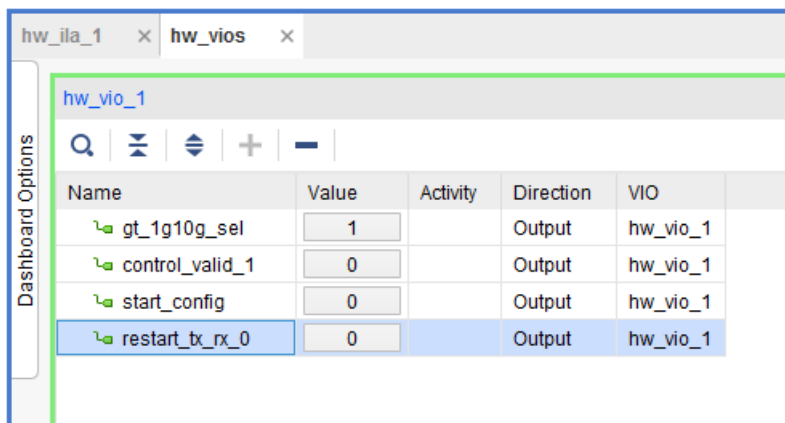

図 17: 1G - VIO ウィンドウ
1. VIO ウィンドウの [+] ボタンをクリックして利用可能なすべての信号を追加し、トグル ボタンとして設定します (図 17)。